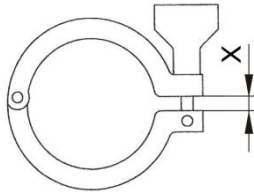

Abb. 1
- ⇒ Klemme nur in einwandfreiem Zustand montieren (Abb. 1)